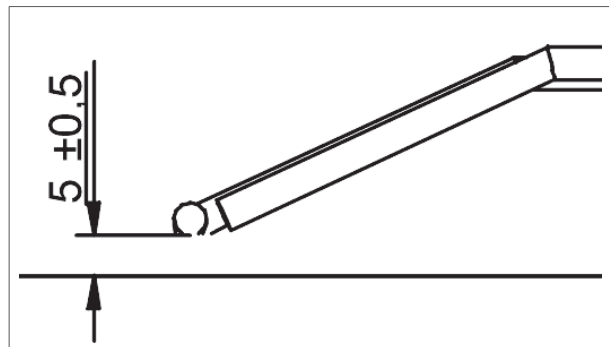

Figure 24 - Distance entre l'électrode et le brûleur
- a. La distance entre l'électrode et le brûleur doit être égale à  $5,0(\pm 0,5)$  mm (figure 24).